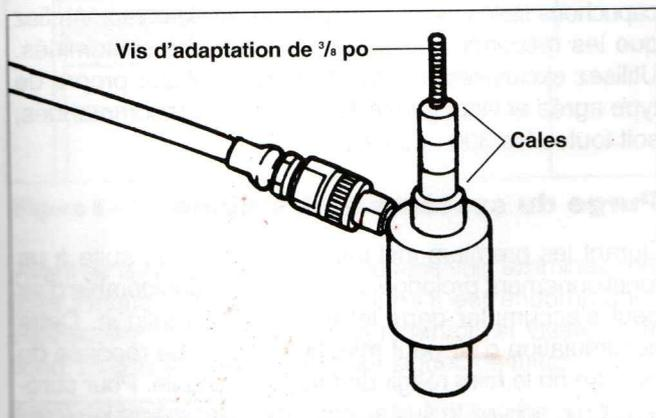

Figure 2 – Montage pour trous de 1/2 po
4. Enfilez les trois cales sur le manchon de 3/4 po en commençant par la plus courte, puis la moyenne, et ensuite la plus longue (Figure 2).